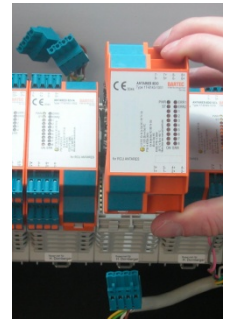

Abbildung 5
- (3) Elektronikeinheit anheben und aus Gehäuse-Unterteil entnehmen (Abb. 5).
Die Elektronikeinheit nur am Gehäuse-Oberteil (siehe Abb. 5) anfassen! (ESD-Gefahr)